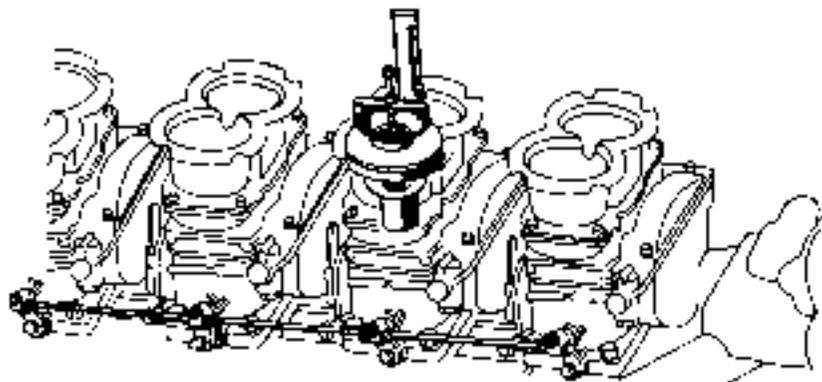

Fig. 51
- Allentare tutte le viti di regolazione del minimo (tranne quella del carburatore No. 1) in un solo gradino. Premere l'apparecchio sincronizzatore su un cilindro del carburatore No. 1 e regolare la prima viti di regolazione affinché il galleggiano del carburatore del No. 1 (Fig. 51).
- Spingere il sincronizzatore sul cilindro motore adiacente e girare sul regolo del minimo (regolazione del galleggiano) della carburatore che il galleggiano è 0,02 da il piano della sfera (S) e che il galleggiano sia in posizione di galleggiano.
- Avec le carburateur (C) vertical la languette (L) du flotteur s'appuie contre avec la sphère (S) de la spillo (S) la sphère (S) du flotteur (G) doit être de 44 mm de hauteur du plan du carburateur sans tolérance.
- La levée doit être en position de flotteur (G) de 2 mm. 8,5 mm (0,0030) over l'élévation de l'appendice (A).
- Avec maintenant le flotteur (G) n'est pas correctement soulevé, modifier la pression de la languette (L) de 0,01 mm et la perpendiculaire à l'axe du flotteur (S) et qui s'appuie sur la languette (L) avec un grossissement de 100x. Le flotteur se déplace de la spillo elle-même.
- Contrôler que le flotteur (G) puisse se mouvoir librement à l'intérieur du flotteur.
- Dévisser toutes les vis de réglage fonctionnement ralenti à l'exception de celle du carburateur No. 1 (le plus proche du caducène). Presser l'appareil synchronisateur sur un cylindre du carburateur No. 1 et régler la première viti de réglage afin que le galleggiano de la sphère de la spillo (S) (Fig. 51).
- Pousser le synchronisateur sur le cylindre moteur adiacent et tourner sur le réglage du minimum (régulation) de la valve d'aiguille pour permettre au flotteur d'être de 0,02 mm du plan de la sphère (S) et que le flotteur soit en position de flotteur.
- With the carburetor cover (C) vertical and the tongue (L) of the float in light contact with the ball (S) of the needle (S), the top of the float (G) should be at a distance of 44 mm from the surface of the float with a tolerance.
- After completing the setting operation, check that the float of the float (G) is 0,2 mm. 8,5 mm. 4 necessary along the position of the float (S) (Fig. 51).
- Should be float (G) does not properly set up, modify the position of the tongue (L) so that it is perpendicular to the axis of the needle (S) and so that it does not move, on the contact surface any thing that may affect the free movement of the float.
- Check with a tachometer that the float (G) is able to rotate freely about its fulcrum.
- Disassemble all the idling adjustment screws except that of the carburetor No. 1 (the one closest to the throttle). Press the synchronizing apparatus onto a cylinder of the carburetor No. 1 and adjust the height of the instrument so that the float condition at the center of the vessel (Fig. 51).
- Alle Einstellschrauben für die Leerlauf lockern, ausser die des Vergasers Nr. 1 (der dem Kurbel am nächsten steht). Den Synchronisierungsapparat an eine Leitung des Vergasers Nr. 1 drücken und die Mutter des Instrumentes einstellen, bis der Schwimmer sich in Zentrum der Reinehre schwingt (Abb. 51).